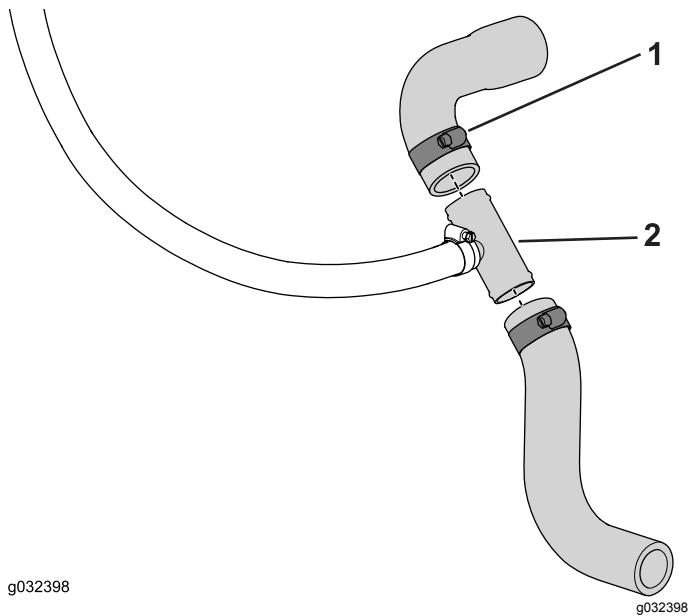

図 11
3. 図 11 のように、切り口をT字フィッティングのバー側をホースに接続し、クランプ $\frac{3}{4}'' - 1\frac{1}{2}''$ で固定する。